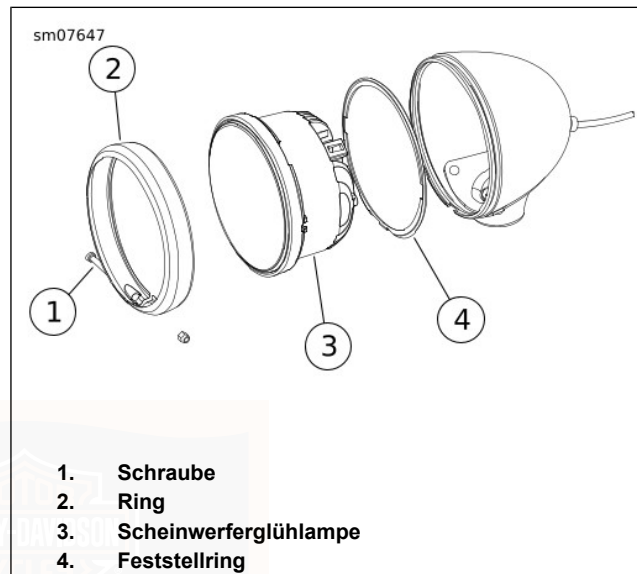

Abbildung 70. Scheinwerferbaugruppe
1. Siehe Abbildung 70. Die Schraube (1) entfernen. Zierring vom Lampengehäuse (2) entfernen.
1. Siehe Abbildung 70. Feststerring (4) hinten auf der **neuen** Glühlampe (3) anbringen, wobei die Ausrichtung von der Glühlampe weg zeigt.